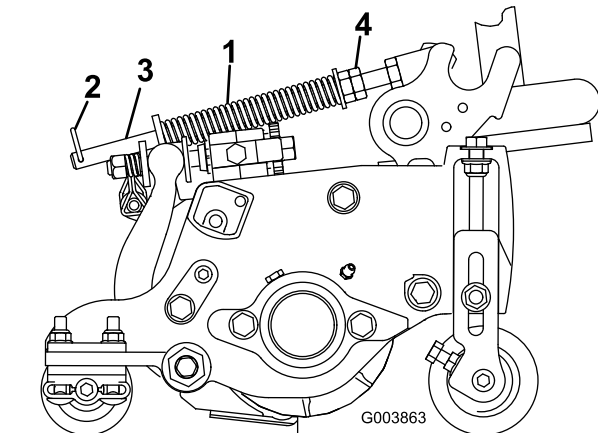

Рисунок 16
Пружина компенсации состояния грунта (Рисунок 16) переносит вес с переднего на задний валик. Это препятствует образованию на грунте волнообразных неровностей (так называемые «волны» или «тряски»).
1. Убедитесь, что игольчатый шплинт установлен в заднее отверстие штока пружины (Рисунок 16).
2. Затяните шестигранные гайки в передней части штока пружины так, чтобы длина сжатой пружины составляла 12,7 см на машине с 5-дюймовыми режущими блоками или 15,9 см на машине с 7-дюймовыми режущими блоками (Рисунок 16).